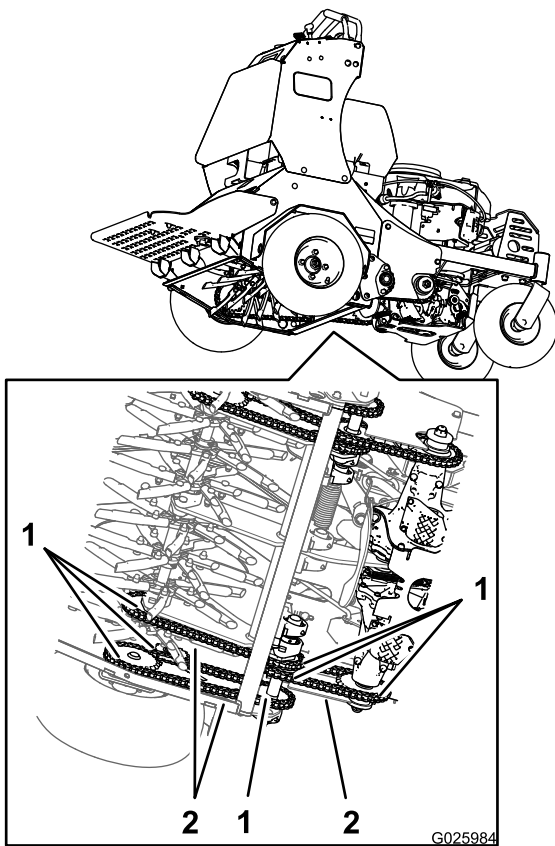

Figura 33
2. Inspeccione los piñones en busca de desgaste y cámbielos si es necesario (Figura 33).
2. Compruebe la tensión de las cadenas (Figura 33) en los dos lados de la máquina.
5. Con el motor en marcha, mueva lentamente las palancas de control de movimiento hacia adelante y lubrique las seis cadenas (Figura 33).